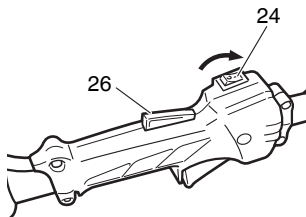

Fig. 21
1. Placez l'interrupteur de marche/arrêt (24) en position "marche" (ON). (Fig. 21, 22)